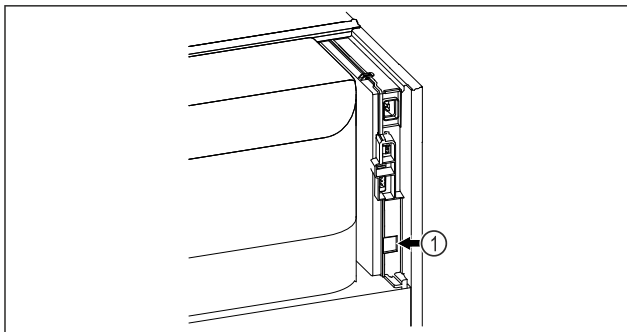

Fig. 77
- Se insertó SmartModule Fig. 77 (1).